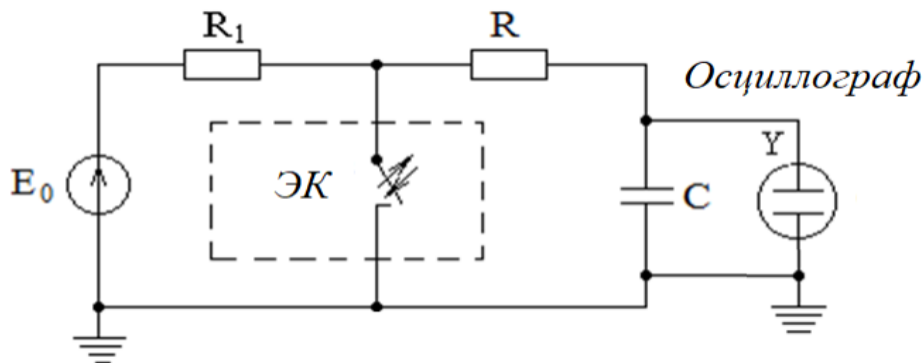

Рисунок 1.1 – Схема для исследования RC-цепи
5.1 Собрать цепь (рисунок 1.1, где ЭК – электронный ключ).